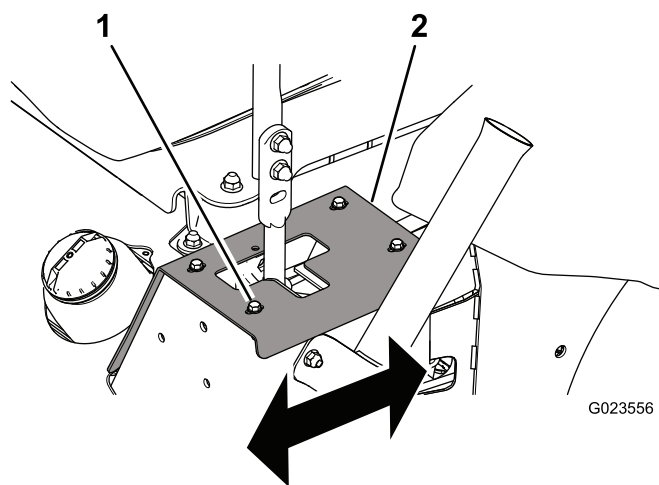

Figure 59
- Si elle se déporte à droite, desserrez les boulons et reculez la plaque de butée gauche jusqu'à ce que la machine se déplace en ligne droite (Figure 59).
- Si elle se déporte à gauche, desserrez les boulons et reculez la plaque de butée droite jusqu'à ce que la machine se déplace en ligne droite (Figure 59).
1. Boulon (4)
3. Serrez les boulons pour fixer la plaque de butée (Figure 59).